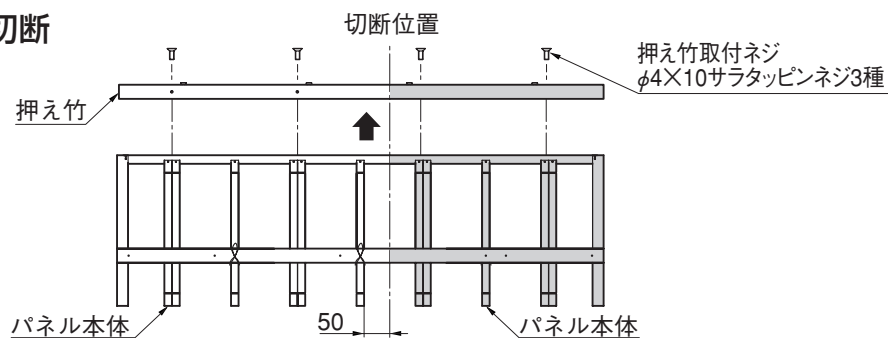

図1-1
- ① 「押え竹取付ネジ」をはずし、押え竹を取りはずしてください。(図1-1参照)
- ② パネル本体と押え竹を切断してください。(図1-1参照)